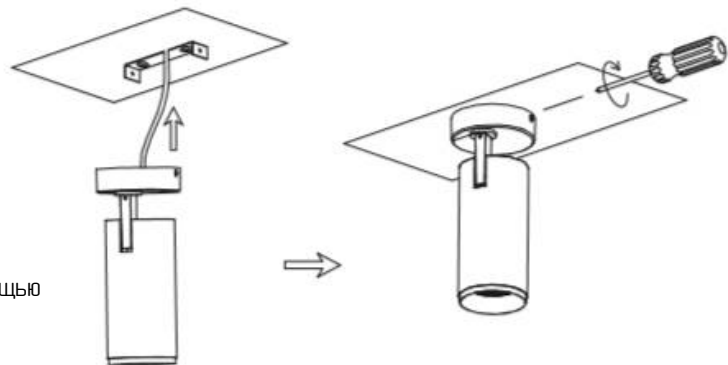

Рисунок 2 - Схема установки светильника
5.3 Вбейте пластиковый анкер в потолок. Закрепите монтажный кронштейн с помощью винта на потолке (рисунок 2).
5.5 Закрепите светильник в монтажный кронштейн с помощью винта (рисунок 2).